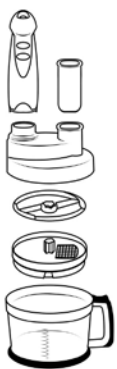

Рис. 3
Соберите электроприбор, как указано на рис.3.
**ВНИМАНИЕ!** По окончании работы выключите электроприбор, отключите его от электросети и извлеките измельченные продукты из контейнера, разбирая электроприбор в обратном рис. 3 порядке.